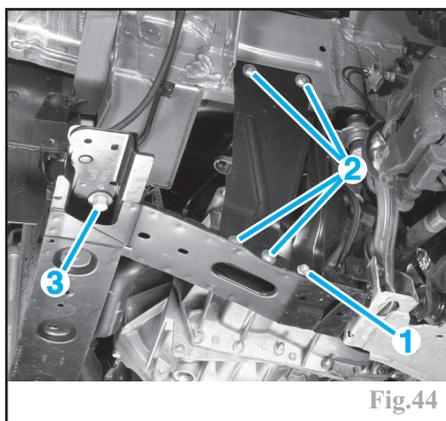

Fig.44
- la vis de fixation (1) du tirant sur la traverse inférieure avant (Fig.44).
- Côté gauche, déposer les fixations (2) du renfort latéral et le dégager.
- de chaque côté, les fixations (3) de la traverse inférieure (Fig.44) et dégager la traverse.